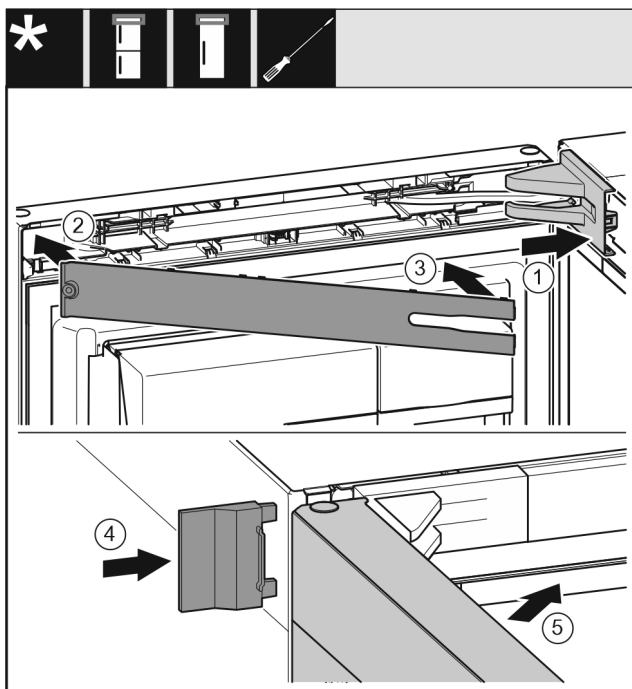

Fig. 51
- ▶ Sett på lagerdekselet og la det klikke på plass, ev. trykk det forsiktig fra hverandre. Fig. 51 (1)
- ▶ Sett på deksel. Fig. 51 (2)
- ▶ Sving inn dekselet og heft det fast. Fig. 51 (3)
- ▶ Skyv på det ytre dekselet. Fig. 51 (4)
- ▶ Lukk den øvre døren. Fig. 51 (5)